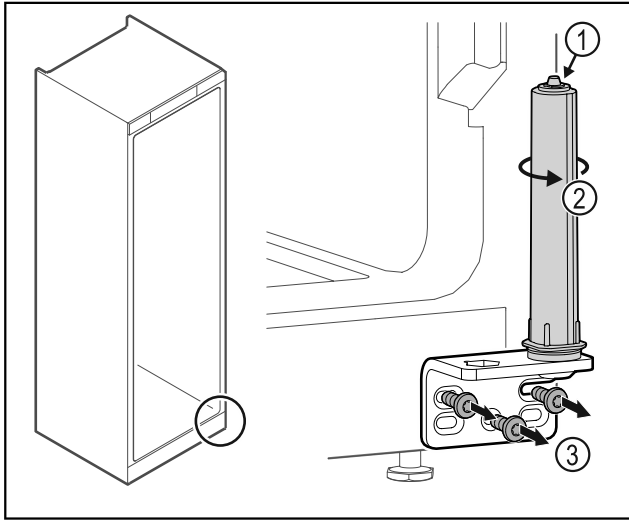

Fig. 50
► 请勿拆解关门系统 Fig. 50 (1)。
► 转动关门系统 Fig. 50 (2)，直至听到咔嚓声。
► 拧下合页角铁 Fig. 50 (3)。